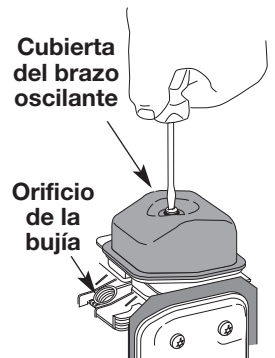

Fig. 28
5. Limpie la suciedad de alrededor de la cubierta del brazo oscilante. Saque el tornillo que sostiene la cubierta del brazo oscilante con un destornillador grande de vástago plano o con una broca Torx® T-25 (Fig. 28). Saque la cubierta y la junta del brazo oscilante.